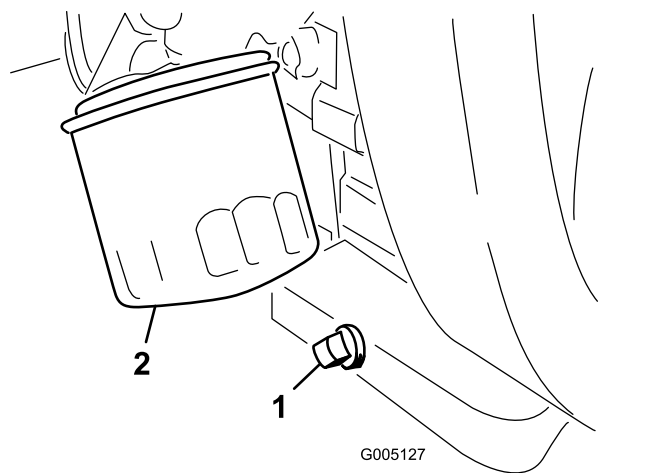

图27
1. 拆下排油塞（图27），让油流入放油盘。
2. 清洁排油塞的螺纹，施用聚四氟乙烯密封材料，然后安装排油塞（图27）。
3. 拆下机油滤芯（图27）。